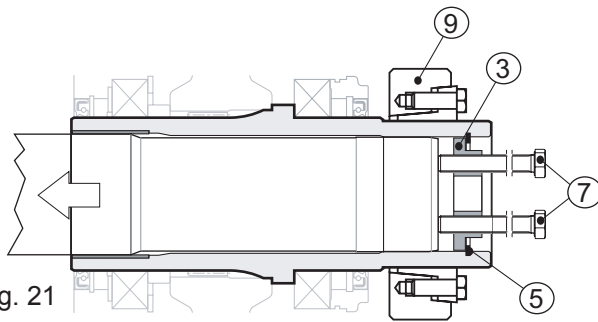

fig. 21
Introducir dos tornillos (pos. 7) en los dos orificios roscados de la placa de fondo (pos. 3), enroscarlos hasta que toquen el eje de la máquina (pos. 1) y seguir enroscándolos de forma alterna dando una vuelta por vez como máximo (véase fig. 21).